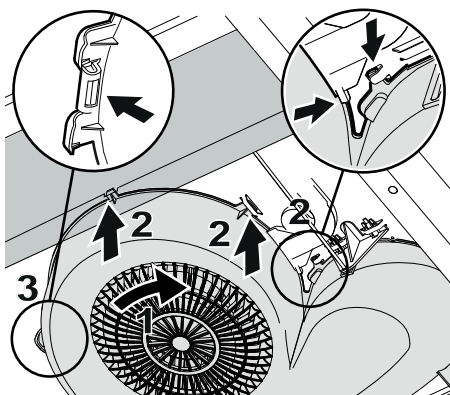

Fig. 8
Sørg for, at alle låsene passer ind mod emhættens flige. Skru blæserhuset (1) ind i fligen (2). Tryk blæserhusets lås tilbage i fligen (3). Fig. 8